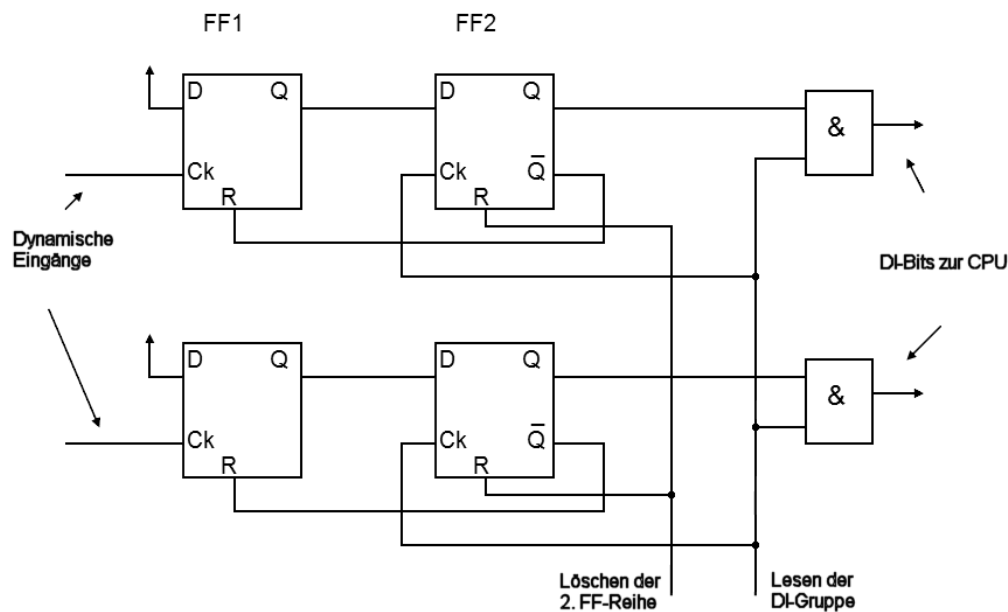

Bild 1.1: Doppelt gepufferte Impulseingänge
- **Dynamische Eingänge:** Asynchron an den einzelnen Eingängen ankommende Ereignisse (Flanken oder Pulse) werden gespeichert; die betroffenen Speicher-Flipflops müssen diese Information solange behalten, bis sie vom Rechner übernommen werden und dort zu entsprechenden Aktionen führen. Da die Flip-Flops voneinander unabhängig zu beliebigen Zeitpunkten gesetzt werden können, stellt das Rücksetzen ein gewisses Problem dar: Sollte genau in der Zeit zwischen Lesen der Eingangsinfo und dem Löschen der Flipflops eine neuer Impuls eintreffen, würde dieser „übersehen“. Dies führt zu sporadischen Fehlern, die nur sehr schwer zu finden sind (wenn überhaupt!). Es dürfen also nur die Flipflops gelöscht werden, deren 1-Zustand bereits vom Rechner übernommen wurde. Dies ist nur möglich, wenn man die Ereignisse doppelt puffert. Eine Prinzipschaltung zeigt Bild 1.1.